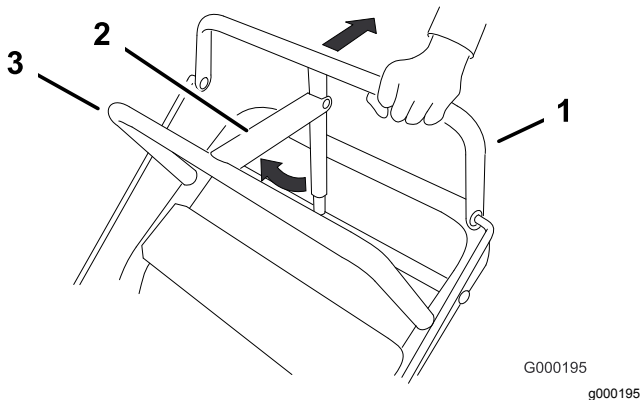

Figura 5
1. Tire de la barra de control superior hacia atrás y manténgala en esta posición (Figura 5).
- La palanca del freno de estacionamiento debe permanecer en la posición de Puesto (Figura 5).